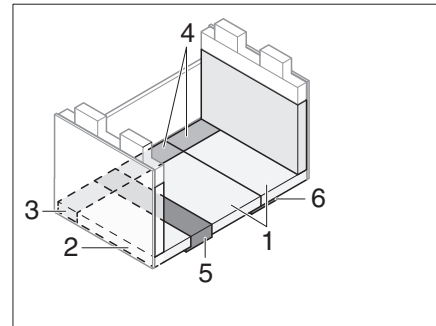

Fig. 199 Después de la transformación
- Colocar cojín del asiento, cojín del respaldo y cojín adicional como se muestra en Fig. 199.
- i** ▷ Para lograr un mayor confort de reposo, se puede quitar el relleno del cojín del respaldo (Fig. 199,2).